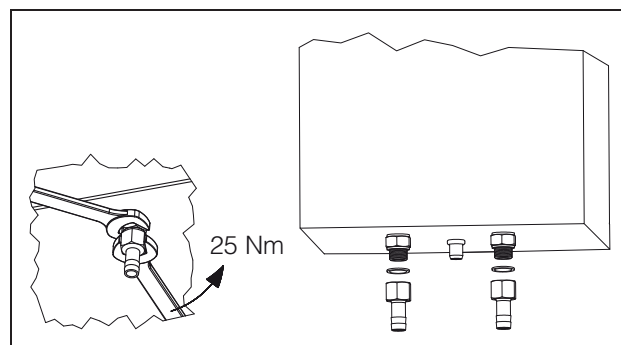

Bild 16: Demontera slangnippel
- För fast röranslutning måste slangnippeln som är monterad på aggregatet demonteras (se bild 16).
- För fast röranslutning måste slangnippeln som är monterad på aggregatet demonteras (se bild 16, sidan 9).